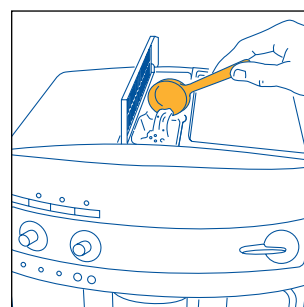

Fig.19
2. Til het dekseltje in het midden op en doe een maatlepel voorgemalen koffie in de trechter (fig. 19). Ga vervolgens te werk zoals beschreven in hoofdstuk 5.